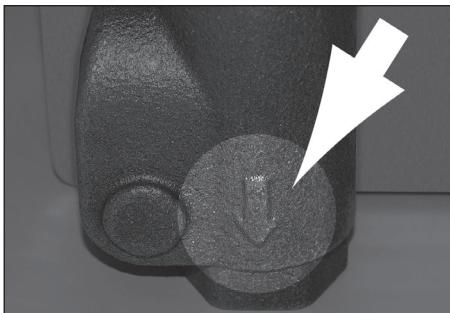

Figura 1
1. Instalar la unidad de control en el tubo de suministro de agua fría con la flecha de la válvula apuntando en la dirección del caudal, hacia el calentador de agua. **Figura 1**